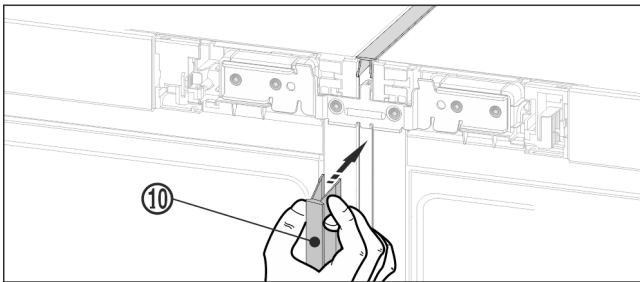

Fig. 22
- ▶ Nyomja az első oldalon a hosszú fedőlécet Fig. 22 (10) a függőleges nyílásba. Ügyeljen arra, hogy a lécs az összekötő lemezen álljon.